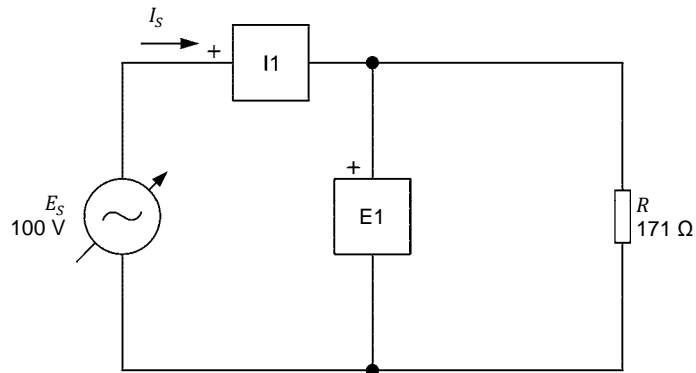

Figure 1-20. Circuit ca contenant une résistance, ainsi qu'un voltmètre et un ampèremètre pour des mesures de tension, courant et puissance.
8. Montez le circuit montré dans la figure 1-20.